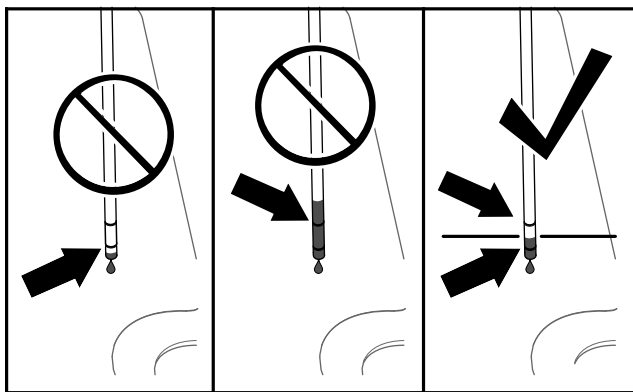

Figure 83
6. Ressortez la jauge et vérifiez le niveau de liquide (Figure 83).
7. Si le niveau de liquide est en dessous du repère minimum sur la jauge, versez le liquide hydraulique spécifié dans le tube de remplissage (Figure 83) jusqu'à ce que le niveau se situe entre les 2 repères sur la jauge.
8. Versez le liquide hydraulique spécifié dans le tube de remplissage jusqu'à ce que le niveau se situe entre les 2 repères sur la jauge (Figure 83).